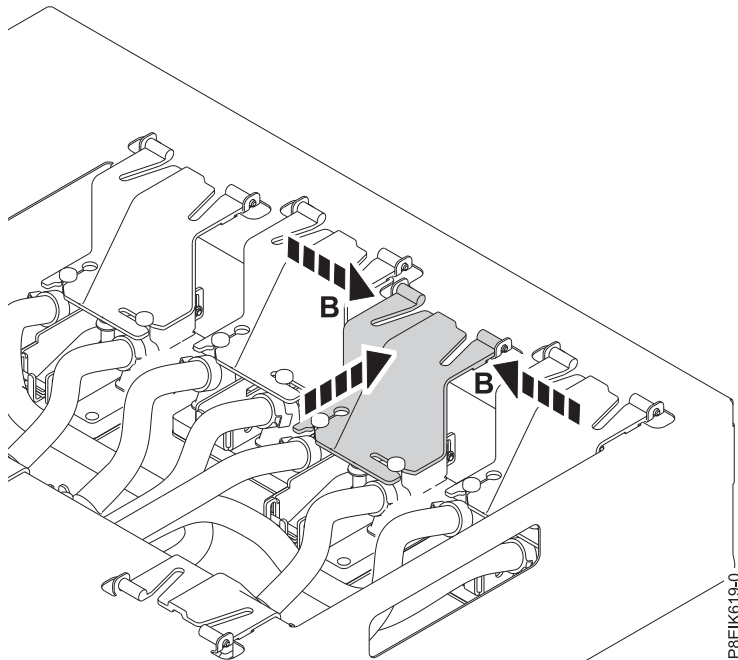

Figure 19. Remise en place de la pince sur le support
- d. Pincez la pince au niveau de son axe (**B**) et remettez-la en place sur le support (voir figure 19, à la page 17).